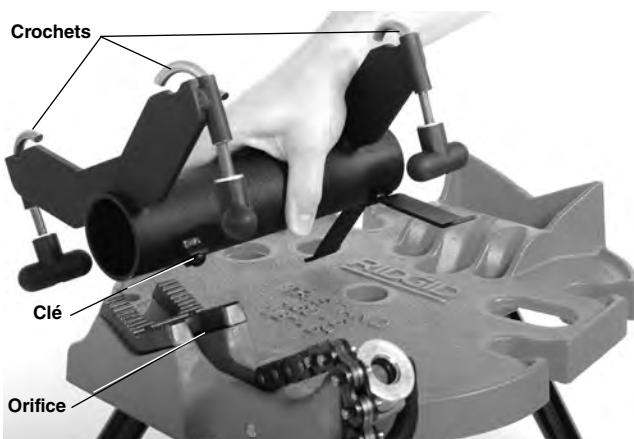

Figure 8 – Montage de l'adaptateur sur l'étau
2. Positionnez le corps cylindrique de l'adaptateur entre les mâchoires en V de l'étai comme indiqué à la *Figure 8*. Introduisez la clé dans l'orifice de la mâchoire afin d'assurer son positionnement et sa stabilité.